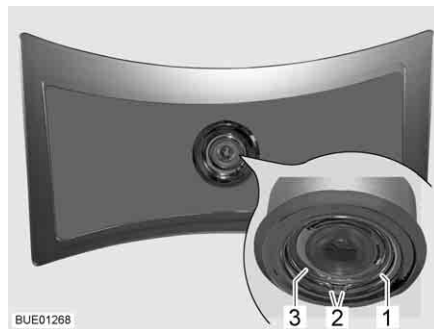

Fig. 281 Lampada a soffitto
- Premere la rondella (Fig. 281,1) sulle sue due estremità (Fig. 281,2) e rimuoverla.
- Estrarre l'involucro (Fig. 281,3) con LED dalla lampada.